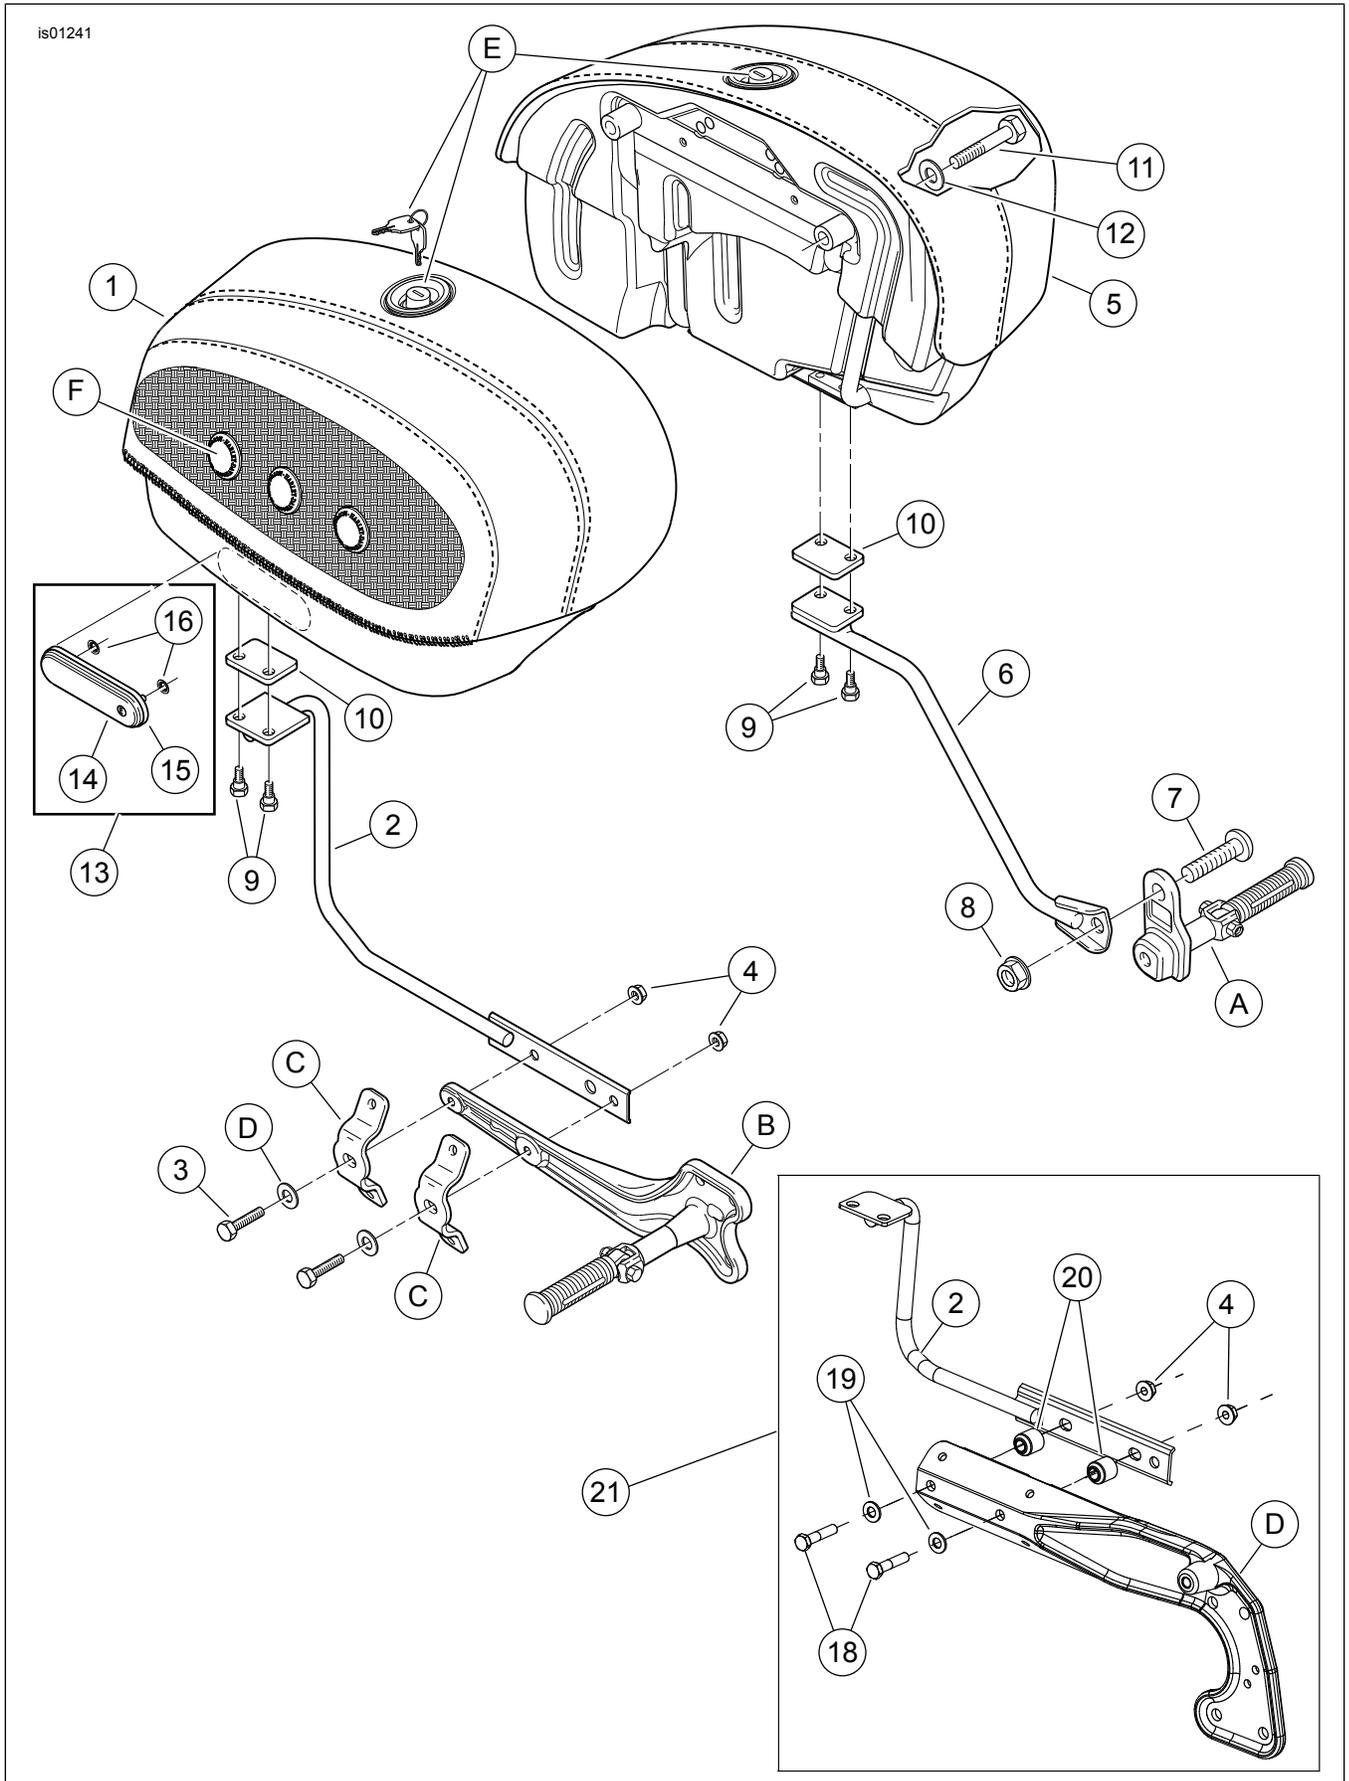

Figura 6. Peças de reposição, kit de alforje FLSTN (FLSTN ano 2007 e posteriores mostrado na caixa)
1. Veja a Figura 6. Pegue os seguintes itens do kit:
- a. Suporte inferior do alforje do lado direito (2),
- b. dois parafusos de cabeça hexagonal com 38 mm (1-1/2 pol.) de comprimento c/trava (18),
- c. duas arruelas lisas (19),
- d. duas contraporcas hexagonais flangeadas com diâmetro pequeno (4), e
- e. dois espaçadores (20).
2. Veja a Figura 6. Pegue os seguintes itens do kit:
- b. dois parafusos de cabeça hexagonal com 57 mm (2-1/4 pol.) de comprimento (11), e
- c. duas arruelas lisas (12).
3. Coloque uma das arruelas (12) sobre as roscas de um dos novos parafusos (11) do kit. Insira o parafuso através de um dos furos de montagem do alforje.
6. Pegue dois parafusos com ressalto (9) e um coxim isolador (10) do kit.
9. Aperte os parafusos hexagonais (11) que fixam o alforje no pára-lama traseiro com torque de 28,5 a 36,6 N·m (21 a 27 lb·pé).
- b. duas arruelas lisas (12).
4. Coloque uma das arruelas (12) sobre as roscas de um dos parafusos de fixação do pára-lama. Insira o parafuso através de um dos furos de montagem do alforje e coloque as ferragens apropriadas do ponto de suporte (dianteira ou traseira) removidas anteriormente sobre as roscas do parafuso.
7. Veja a Figura 6. Pegue dois parafusos com ressalto (9) e um coxim isolador (10) do kit.
10. Aperte os parafusos hexagonais (11) que fixam o alforje no pára-lama traseiro com torque de 28,5 a 36,6 N·m (21 a 27 lb-pé).
1. Veja a Figura 6. Certifique-se de que os ressaltos do parafuso (9) não pressionem o coxim isolador (10) na parte inferior do alforje e, em seguida, aperte os parafusos com torque de 24 a 27 N·m (18 a 20 lb-pé). Repita o procedimento para o outro lado da moto.
2. Aperte as duas contraporcas hexagonais flangeadas 5/16-18 (4) que fixam o suporte inferior direito do alforje (2) com torque de 20,3 a 25,8 N·m (15 a 19 lb-pé).
3. Aperte a contraporca hexagonal flangeada 3/8-16 (8) que fixa o suporte inferior esquerdo do alforje (6) com torque de 20 a 26 N·m (15 a 19 lb-pé).